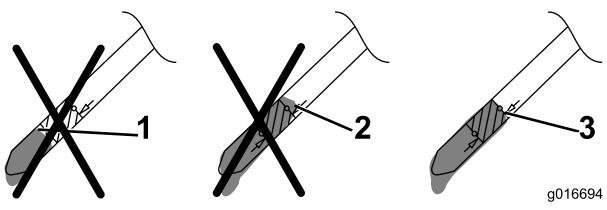

Figure 32
- Observez le niveau d'huile indiqué par la jauge (Figure 32).
- Si le niveau n'atteint pas le bon niveau, versez **lentement** une petite quantité d'huile dans le goulot de remplissage, attendez 3 minutes puis répétez les opérations 10 à 12 jusqu'à ce que le niveau d'huile soit correct, comme montré à la Figure 32.